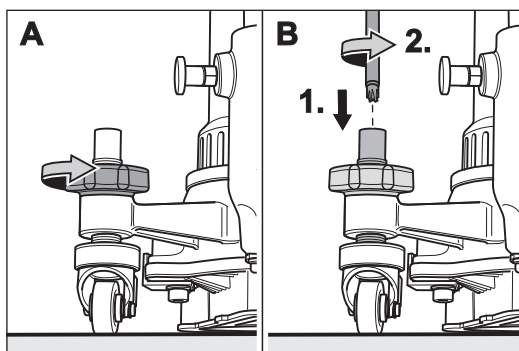

Bild 51 Lossa styrhjulets kontramutter.
- 3 Lossa kontramuttern på ett styrhjul (bild 51, A). Om kontramuttern är för hårt åtdragen, kan du vrida styrhjulsaxeln moturs med universalnyckeln och lossa kontramuttern på detta sätt (bild 51, B).
- 3 Lossa kontramuttern på ett styrhjul (bild 51, A).
Om kontramuttern är för hårt åtdragen, kan du vrida styrhjul-saxeln moturs med universalnyckeln och lossa kontramuttern på detta sätt (bild 51, B).
- 3 Ta bort styrhjulets kontramutter (bild 51).